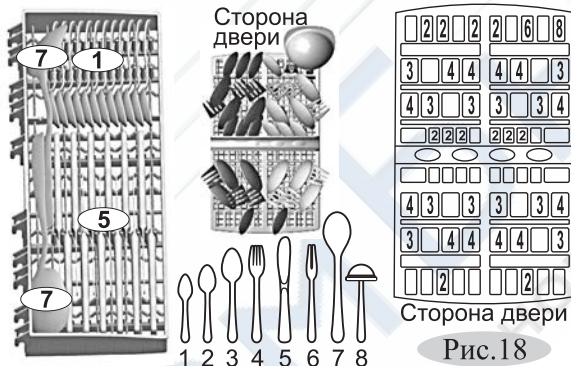

Рис.18
- Схема оптимальной укладки столовых приборов в корзине посудомоечной машины модели 60301 и ее исполнений представлена на рис. 18.